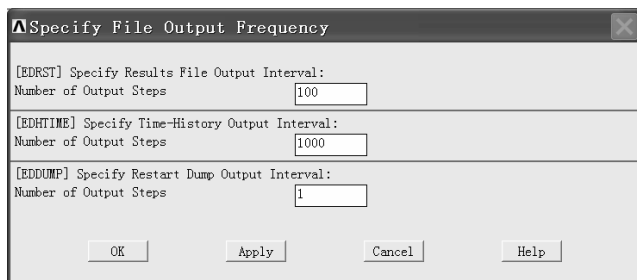

图 2-179 “Specify File Output Frequency” 窗口
(4) 在“Specify Output File Types for LS-D...”窗口中“File options”后的方框中选择“Add”(单击该方框后的倒立三角形来选择)。在“Produce output for...”后的方框中选择“LS-DYNA”(单击该方框后的倒立三角形来选择)。然后单击该窗口中的“OK”按钮。
(5) 依次选择 Main Menu>Preprocessor>Solution>Output Controls>File Output Freq>Number of Steps, 弹出“Specify File Output Frequency”窗口(见图 2-179)。
(6) 在“Specify File Output Frequency”窗口中的“[EDRST] Specify Results File Output Interval:”后的方框中输入“40”, 在“[EDHTIME] Specify Time-History Output Interval:”后的方框中输入“40”, 然后单击该窗口中的“OK”按钮。